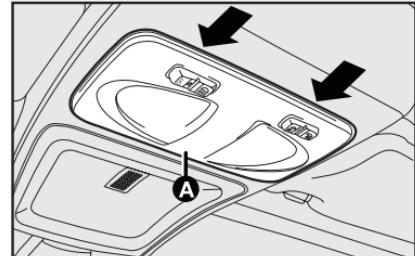

fig. 40
- 1) utilizando un destornillador en el puntos **fig. 40** retire la consola de techo completa que está fijada a presión;